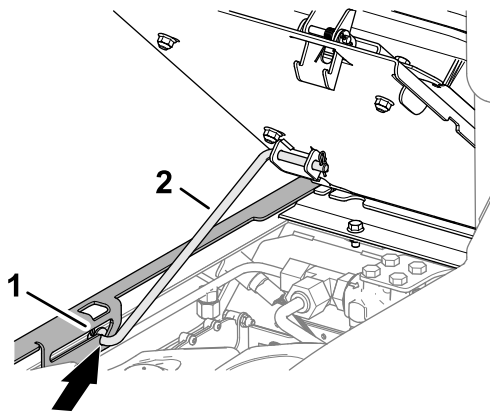

Figura 101
3. Asegúrese de que la varilla de sujeción hacia delante se asienta en la muesca de la placa de la guía de la varilla (Figura 101).